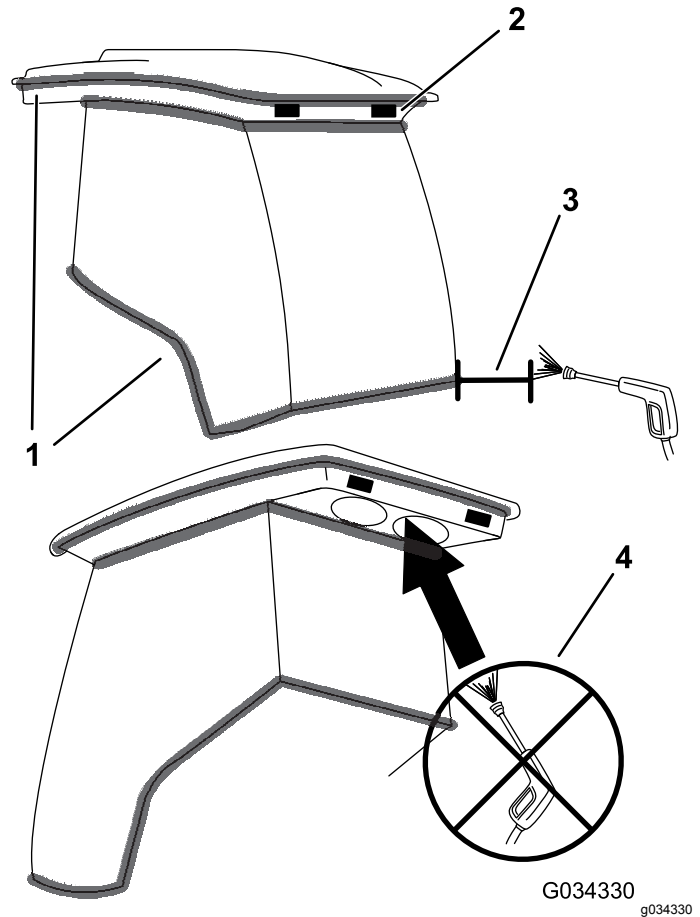

Figura 59
**Importante:** Tenga cuidado alrededor de las juntas y las luces de la cabina (Figura 59). Si está utilizando un lavador a presión, mantenga la vara al menos a 0,6 m de distancia de la máquina. No utilice un lavador a presión directamente sobre las juntas y las luces de la cabina o bajo el voladizo trasero.